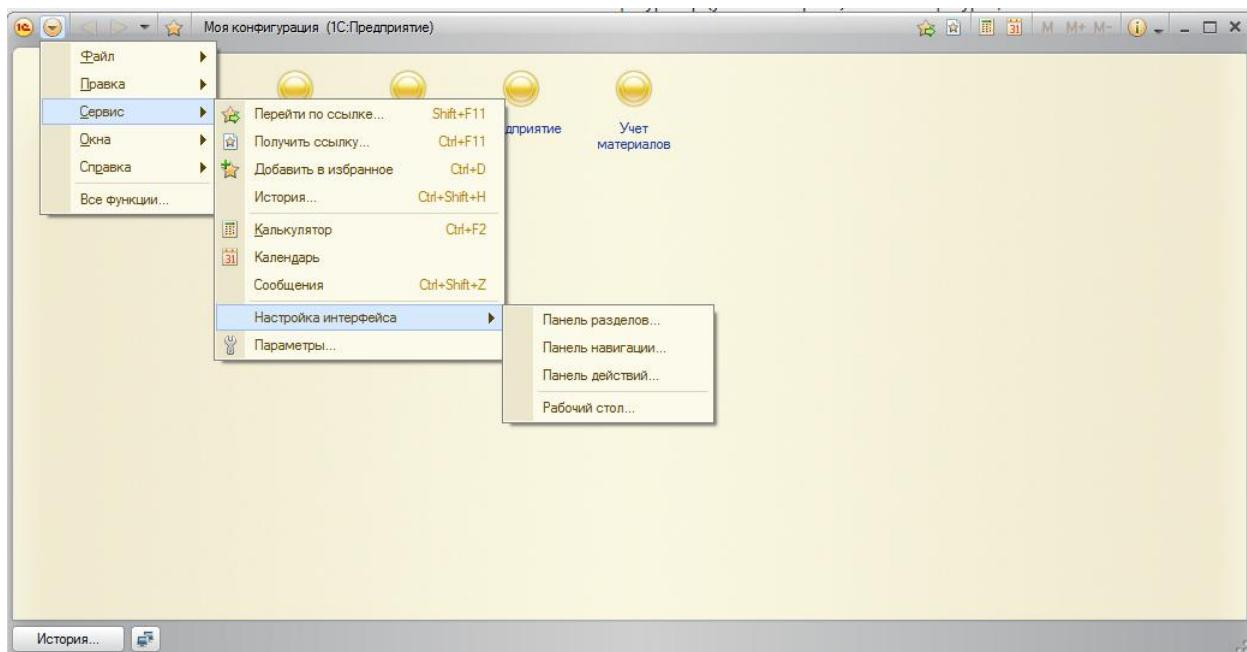

Рисунок 121 Меню Настройка интерфейса
40. Пользователь также имеет возможность настройки интерфейса по собственному усмотрению в режиме 1С:Предпрятие с помощью **Главного меню**, пункта **Сервис – Настройка интерфейса** (рис. 121). Настройте интерфейс с помощью меню.